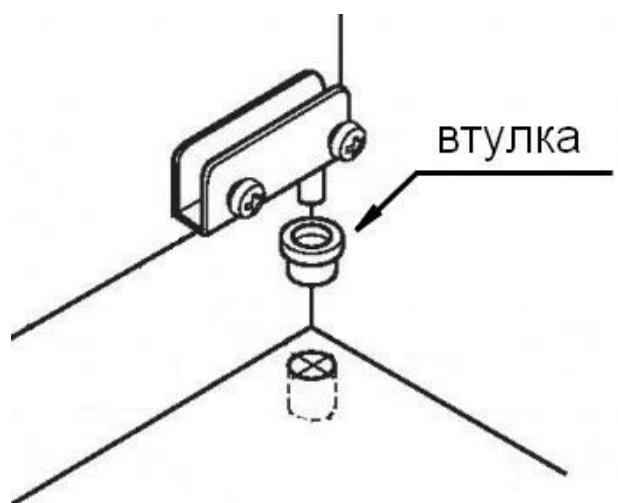

Рис. 4
5. В правое или левое отверстие диаметром 8мм (в зависимости от направления открывания двери) в углах крышки (24) и горизонтального щита (26) установить пластиковые втулки петель для стеклянных дверей (рис.4).
7. На боковые стенки (17), (18) установить направляющие ящиков шурупами 6,3x10,5мм. Первое отверстие на щите должно совпасть с третьим отверстием на направляющей.
8. В усовые гайки на нижнем щите (28) ввернуть опоры. На нижние торцы опор наклеить фетровые под пятники.
9. В отверстия диаметром 5мм у передней кромки на крышке (24) и нижнем щите (28) установить упоры для дверей (полкодержатели в рубашке). Упоры устанавливаются с правой или левой стороны, в зависимости от направления открывания двери.